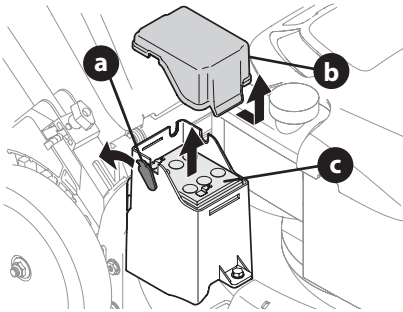

Figura 42
- Extracción de la batería (Figura 42):